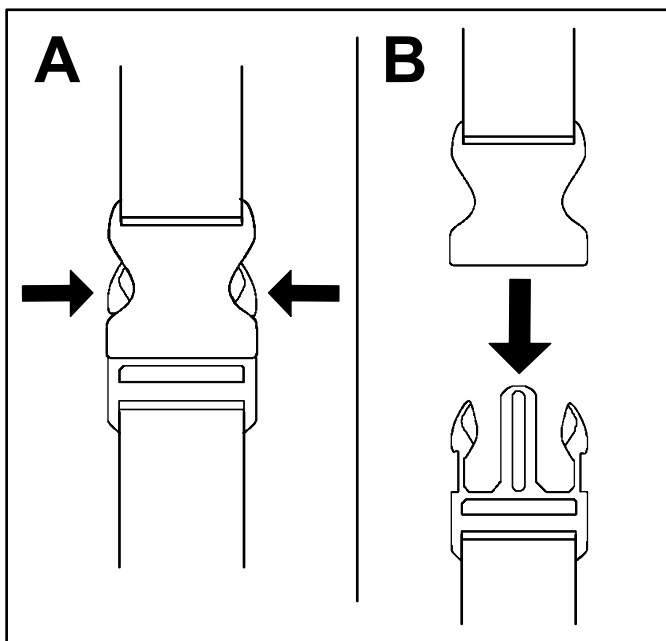

Figure 13
1. Appuyez de chaque côté de la boucle (A de Figure 13).
2. La boucle se détache toute seule (B de Figure 13).